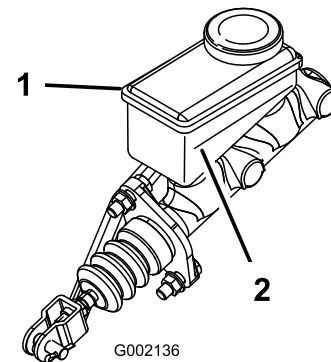

**Figura 13**
2. Retire el tapón de goma situado encima y en el centro del salpicadero para tener acceso al cilindro maestro y al depósito del líquido de frenos (Figura 13).
- A. Limpie la zona alrededor del tapón del depósito y retire el tapón (Figura 13).
- C. Coloque el tapón del depósito (Figura 13).